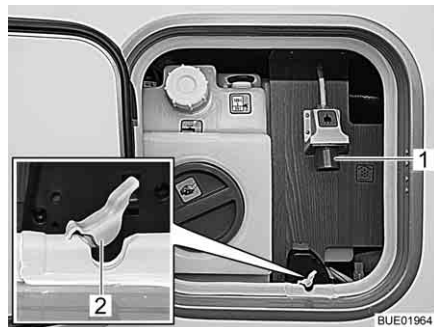

Fig. 172 Conexión de 230 V en el vehículo
- Abrir el sello (Fig. 172,2) del paso de cables.
- Enchufar el conector enchufable en la conexión de 230 V (Fig. 172,1) del vehículo.
- En la conexión (Fig. 172,1) del vehículo, desconectar el conector enchufable y quitar el cable de conexión.
- Introducir el sello (Fig. 172,2) del paso de cables en la escotadura de la junta de la trampillas de servicio.